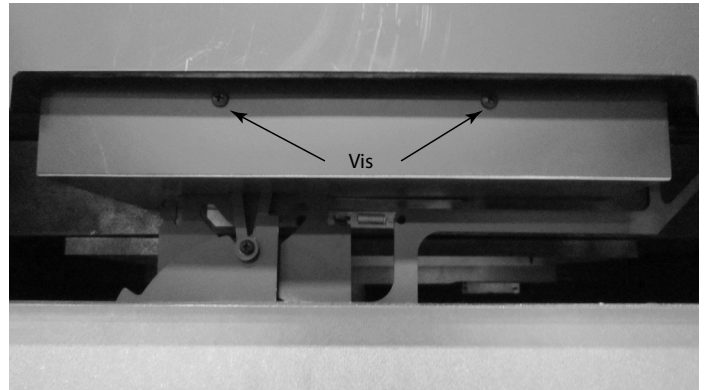
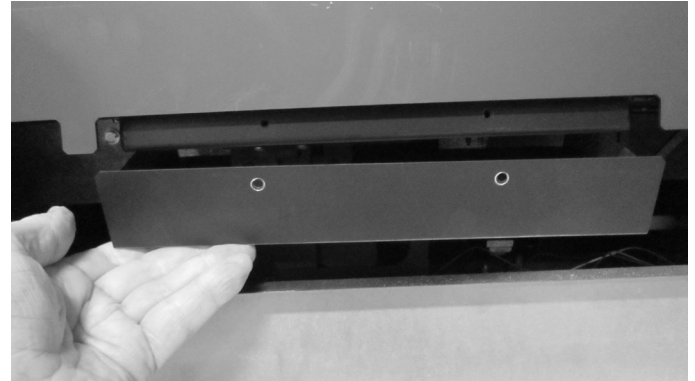

Figure 4.26 Couvercle de la chambre de distribution
Figure 4.27 Retrait du couvercle de la chambre à air
12. Réinstallez le couvercle de la chambre à air. Voir la figure 4.26.
2. Retirez les deux (2) vis dans le couvercle. Voir la figure 4.26 et tirez-la vers le bas et en dehors. Voir la figure 4.27.